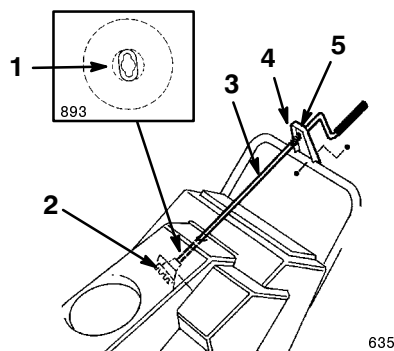

Figure 9
1. Insérez l'extrémité plate de la manivelle dans le trou du carénage tout en alignant le support de montage avec les trous de la partie inférieure du manchon (Fig. 9).
2. Tournez lentement la manivelle jusqu'à ce que l'extrémité plate s'adapte à l'ouverture masquée de l'engrenage et que l'éjecteur tourne aussi (Fig. 9).
3. Insérez complètement la bague en plastique dans le trou du support de montage (Fig. 9).
4. Fixez le support de montage au manchon à l'aide de deux vis et contre-écrous (Fig. 9).